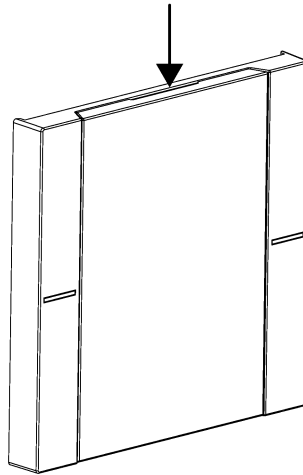

Bild 9: Kerbe der Beschriftungsfeldabdeckung ertasten
- Kerbe der Beschriftungsfeldabdeckung mit einem Finger ertasten (siehe Bild 9).